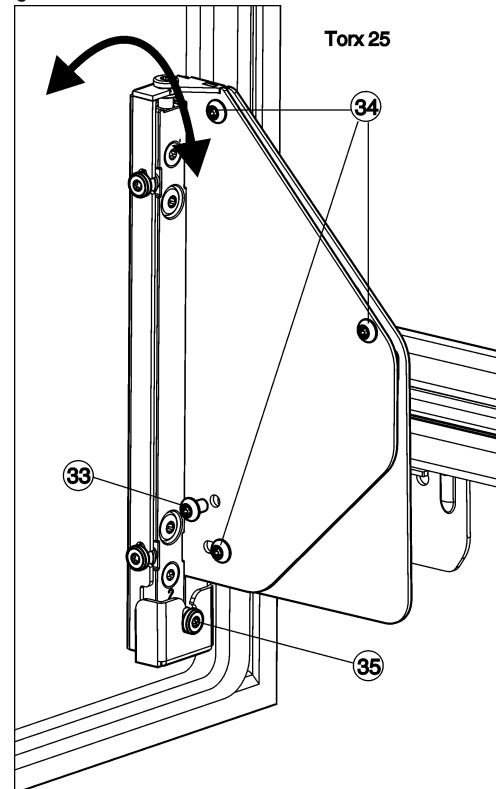

Fig. 26
- ▶ Die Schraube Fig. 26 (33) vollständig herausschrauben.
- ▷ Die Schraube Fig. 26 (33) entsorgen, sie wird nicht mehr benötigt.
- ▶ Schrauben Fig. 26 (34) mit 1 bis 2 Umdrehungen nur lösen.
- ▶ Verstellungsschraube Fig. 26 (35) drehen. Im Uhrzeigersinn: die Tür oben neigt sich vom Gerätekorpus weg. Entgegen dem Uhrzeigersinn: die Tür oben neigt sich zum Gerät und unten weg vom Gerätekorpus.
- ▶ Nach Beendigung der Neigungsverstellung alle Schrauben Fig. 26 (34) wieder fest anziehen.